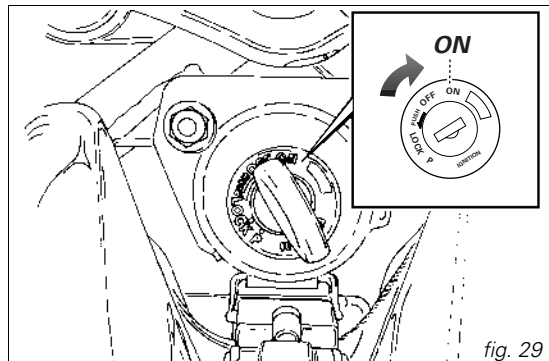

fig. 29
1) Tourner la clé de contact sur la position **ON** (fig. 29). Vérifier que le témoin vert **N** et le témoin rouge  sur le tableau de bord sont allumés.